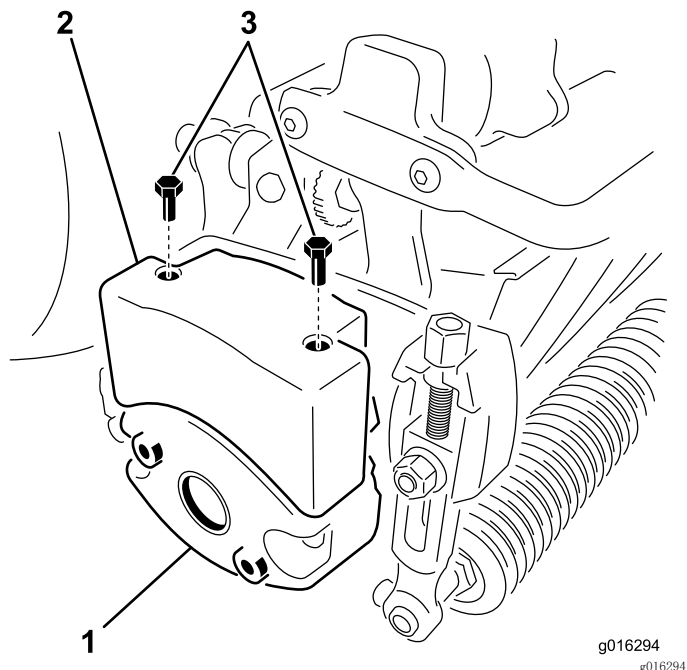

图10
- 拆下滚刀组一侧用于固定配重块的 2 个螺栓（图 10）。
- 使用 2 个六角头螺丝，将上配重块安装到滚刀组配重块上（图 10）。